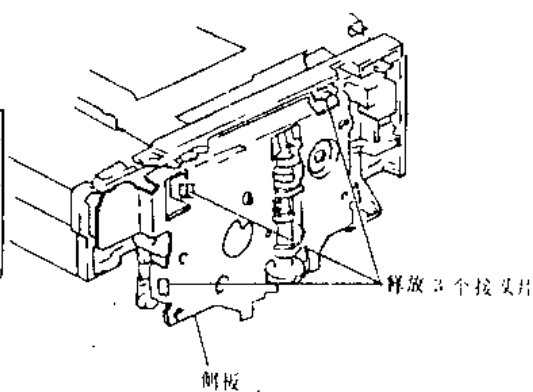
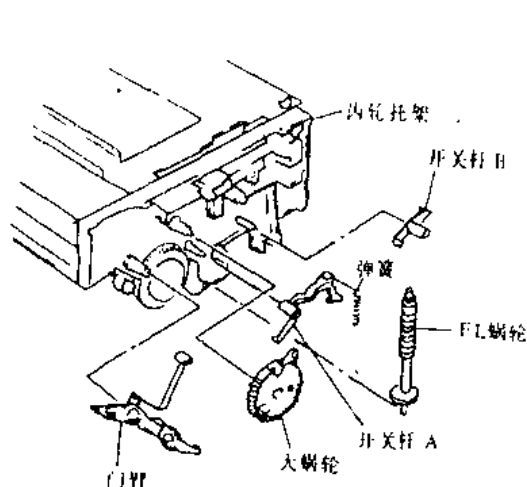

图 1-20
图 1-21
(1) 拆卸侧板
步骤: ①释放将装载齿轮连接于侧板上的3个接头片, 如图1-20所示。
②取下侧板。
(2) 拆卸FL蜗轮、门臂、大蜗轮、开关杆A及B
步骤: ①拉出FL蜗轮。如图1-21所示。
②拉出门臂。
③拉出大蜗轮。
④拆卸开关杆A和齿轮托架之间的弹簧。
⑤拉出开关杆A和开关杆B。